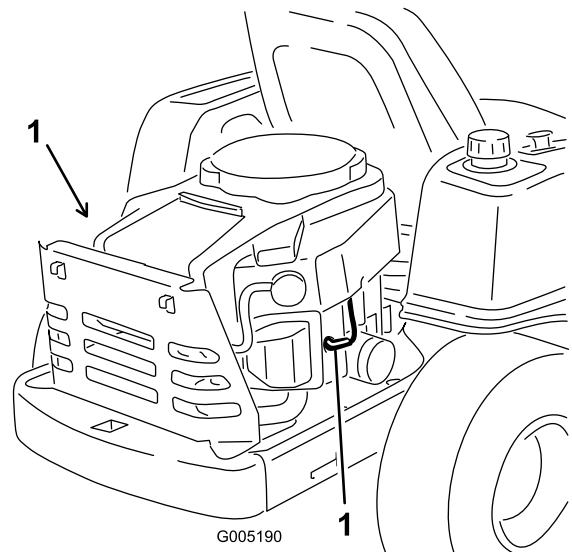

Figura 32
Desconecte el cable de la(s) bujía(s) (Figura 32).
3. Conecte el cable a la bujía (Figura 32).